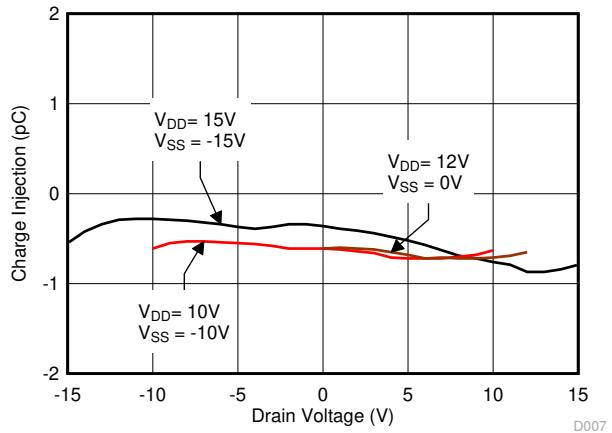

図 6-15. 電荷注入とドレイン電圧との関係
TMUX6136 は、図 6-15 に示されるように、特殊な電荷注入キャンセル回路を採用しており、ドレイン (D) からソース (Sx) への電荷注入を、 $V_S = 0V$  の条件下で最大  $-0.4\text{pC}$  まで低減します。